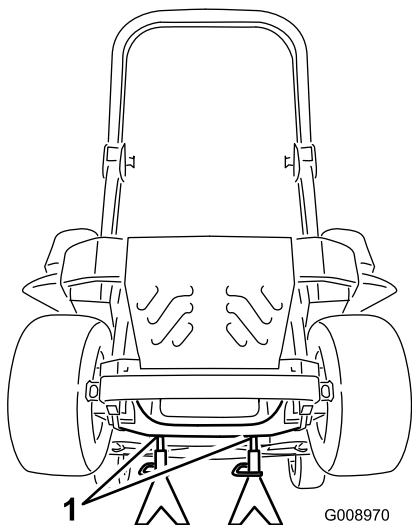

Figure 90
3. Soulevez la machine sur des chandelles (Figure 90).
9. Retirez les chandelles et abaissez la machine (Figure 90).